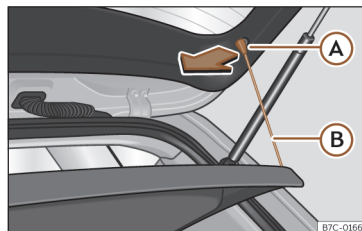

Fig. 171 Dans le coffre à bagages : démonter et remonter la plage arrière.
- Décrochez les tirants de fixation >>> **fig. 171** (B) de leurs logements (A).
- Attachez les tirants de fixation >>> **fig. 171** (B) au hayon du coffre.